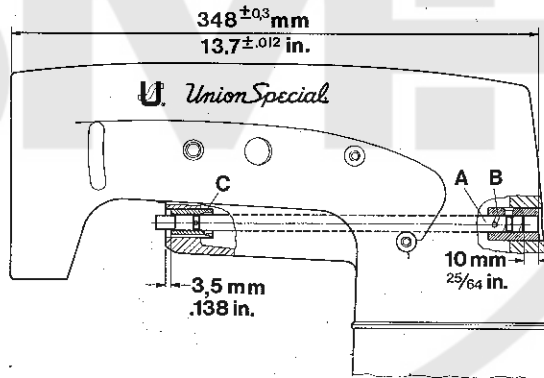

Fig. 77
To guarantee a perfect lubrication, make sure when assembling spreader drive shaft (A, Fig. 77), that the distance between face of bushing right (B) and face of shaft (A) is 10 mm (25/64 in.) (see Fig. 77).
Bushings (B and C, Fig. 77) for spreader drive shaft (A) are cemented in the bed casting. Observe the measurements shown in Fig. 77 as well as position of oil hole and groove when replacing the bushings.
Um eine einwandfreie Schmierung zu gewährleisten, muß beim Einbau der Legerantriebswelle (A, Fig. 77) darauf geachtet werden, daß zwischen der Stirnseite der Buchse rechts (B) und der Stirnseite der Welle (A) ein Abstand von 10 mm ist (siehe Fig. 77).
Die Buchsen (B und C, Fig. 77) für die Legerantriebswelle (A) sind im Gehäuse eingeklebt. Beachten Sie beim Austausch der Buchsen die in Fig. 77 angegebenen Einbaumaße, sowie die Lage von Ölbohrung und Nut.